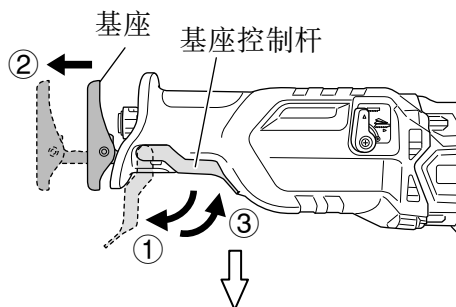
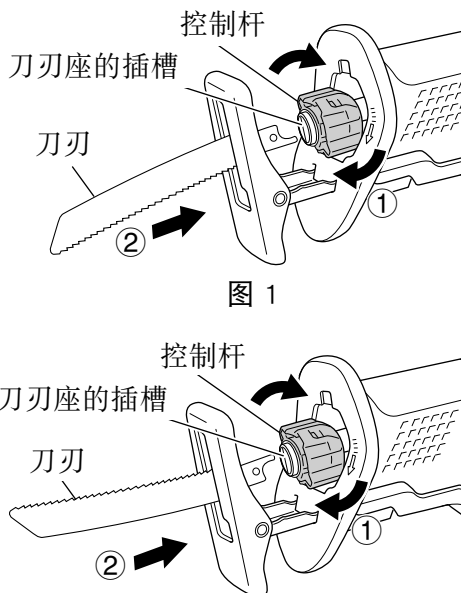

图 1
图 2
(1) 扭转控制杆，打开刀刃钳。
(2) 扭转控制杆，将刀刃座完全插入柱塞端部的插槽中。可朝上或朝下安装此刀刃。(图 1、图 2)